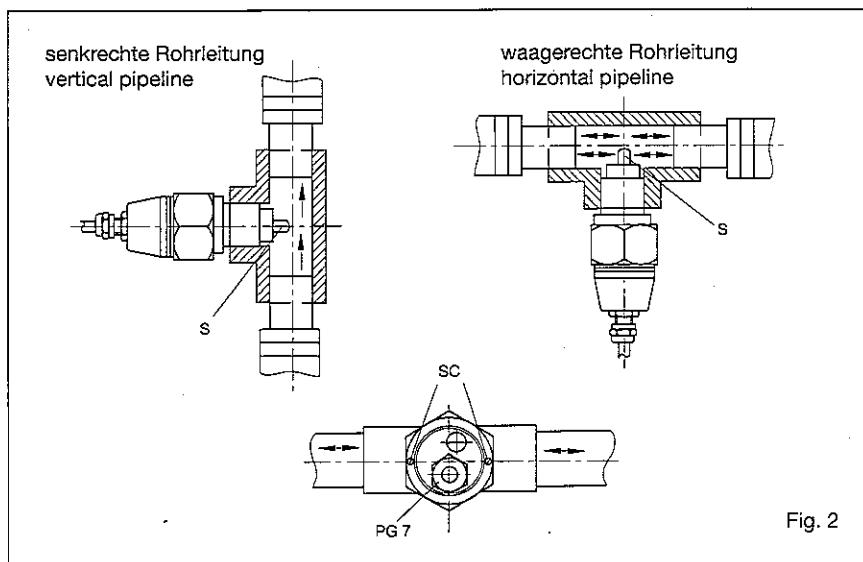

Fig. 2
2. Den Einbauort des Strömungswächters wie folgt wählen (siehe Fig. 2):
2. For best performance the monitoring head should be installed in the pipeline in accordance with the following conditions (see fig. 2).
3. Meßkopf mit Rohrfitting vergleichen und überprüfen, daß die beiden Meßfühler (S) im eingebauten Zustand im Strömungsmedium liegen (siehe Fig. 2), ohne den Rohrleitungsquerschnitt wesentlich zu verringern.
- ▼ Die beiden Meßfühler (S) müssen nebeneinander im Strömungsmedium liegen. Dies ist der Fall, wenn die Schrauben (SC) hintereinander in Strömungsrichtung stehen (siehe Fig. 2).
2. Beide Schlitzschrauben (SC) entsprechend Fig. 2 herausschrauben. Gehäusedeckel (G) abziehen.
3. The monitoring head should be screwed into the pipeline far enough to ensure that the sensors (S) are positioned fully in the flow stream (see fig. 2). However, care should also be taken that the sensor is not screwed in too far, thus causing an undue restriction in the pipe bore.
- ▼ The two sensors (S) on the monitoring head must be aligned side by side directly across the direction of flow. The sensors are correctly positioned when the screws (SC) are aligned parallel with the pipeline (see fig. 2).
2. Unscrew the two slotted-head screws (SC, fig. 2) and remove cover (G).